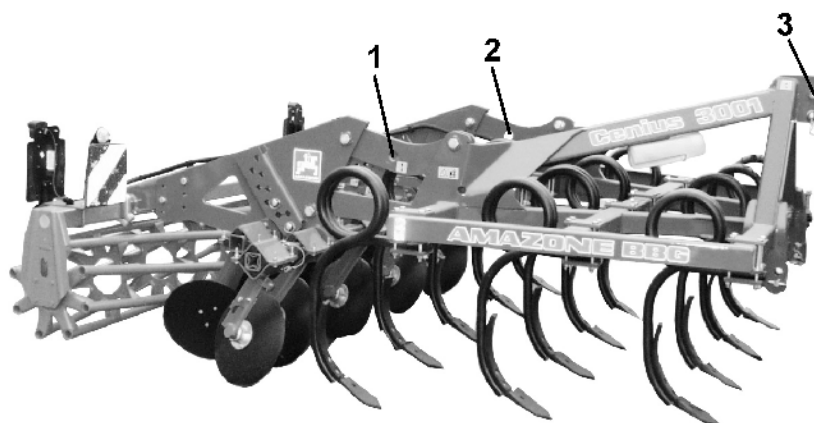

Fig. 2
- Cenius 3001 er udstyret med 3 hævepunkter (Fig. 2/1,2,3) til fastgøring af løftegjorde!